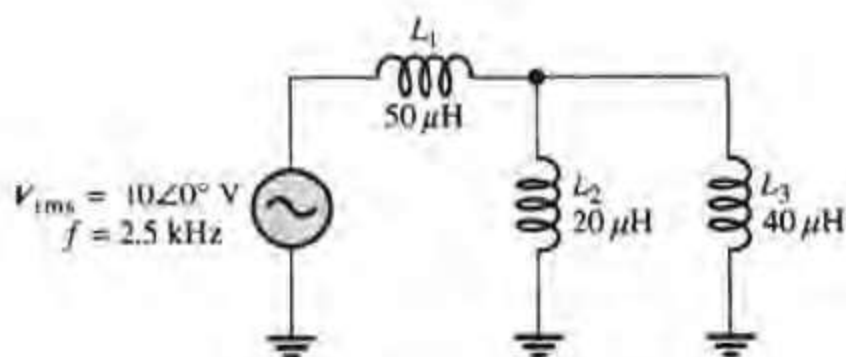

图 14.55
参见图 14.55
30. 计算图 14.55 中的总电流有效值 I_{rms} , 通过 L_2 和 L_3 的电流是多大? 标明所有电流的极性。
32. 计算图 14.55 中的无功功率。